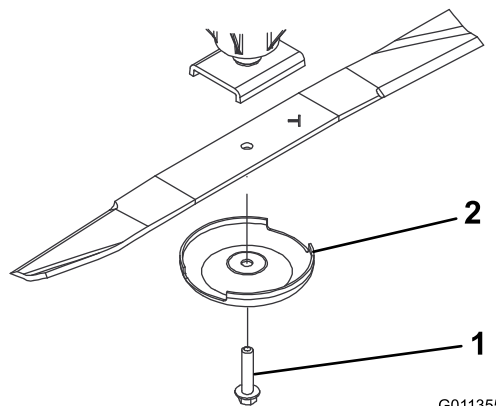

Figure 103
3. Enlevez le boulon, la coupelle de protection et la lame de l'axe de pivot (Figure 103).